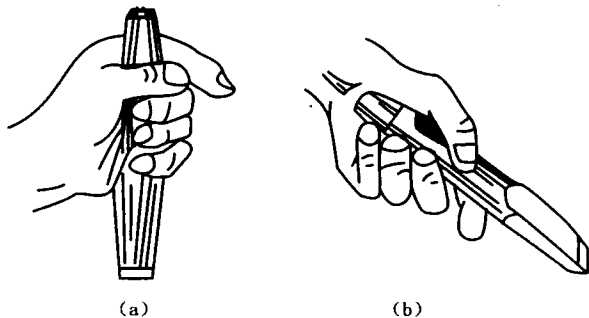
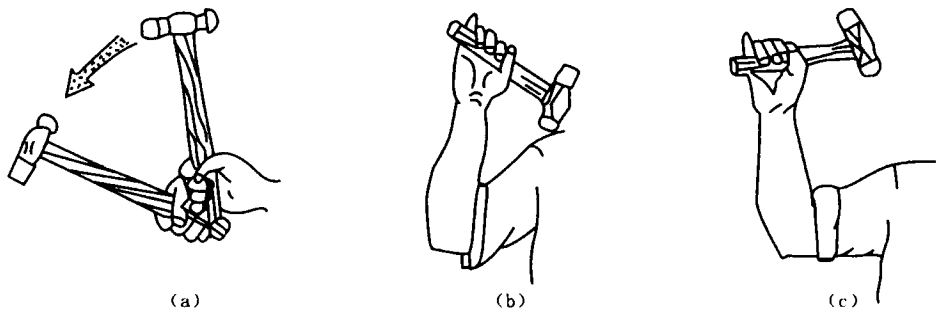

图 2.3 錾子握法
图 2.4 挥锤方法
(2)左手(如图 2.3(a)所示)握錾子不要握实,小臂与钳口平行,錾子的轴线与钳口上平面成  $35^\circ$  角,右手如图 2.4 所示,采用手锤松握法。
(3)锤击。如图 2.4 所示,挥锤有三种方法:腕挥、肘挥、臂挥。大家只练习肘挥。肘挥是用手腕和肘部一起挥动做锤击运动,采用松握法握锤,要领为:肘收臂提,举锤过肩;手腕后弓,三指微松;锤面朝天,稍停瞬间。目视錾刃臂肘齐下;收紧三指,手腕加劲;锤錾一线,锤走弧形;左脚着力;右腿伸直。挥锤速度为每分钟 40 次。